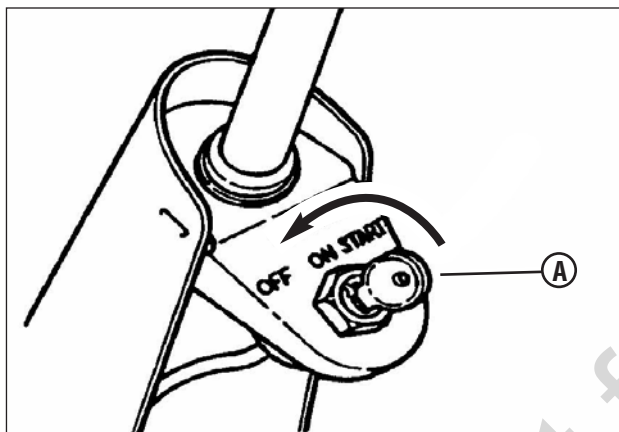

Figura 13: Girando a chave para “Desligada”
1. Pare o motor girando a chave (A, Figura 13) para a posição “DESLIGADA”.